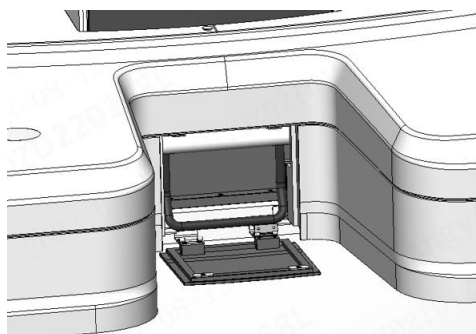

Рисунок 3.2. Открытие передней крышки стойки пациента
1. Как показано на рис. 3.2, найдите отмеченное место перед основанием стойки пациента и откройте крышку.